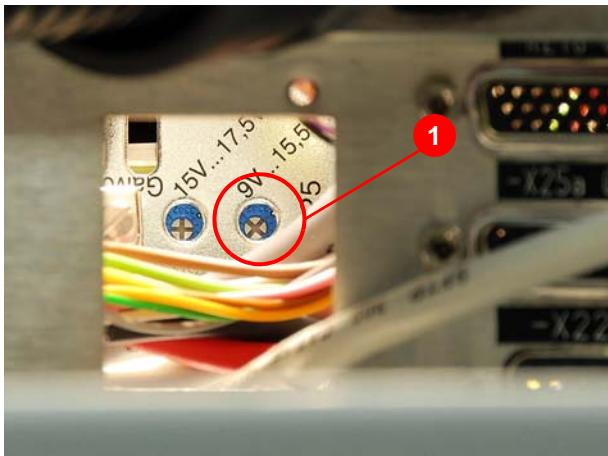

Abbildung 7.138 Potentiometer
10. Mit einem kleinen Schraubendreher das Potentiometer HG-25 (1) (Abbildung 7.138) drehen, bis **13,0 V ±0,1 V** am HG-24 (-X12) gemessen werden.